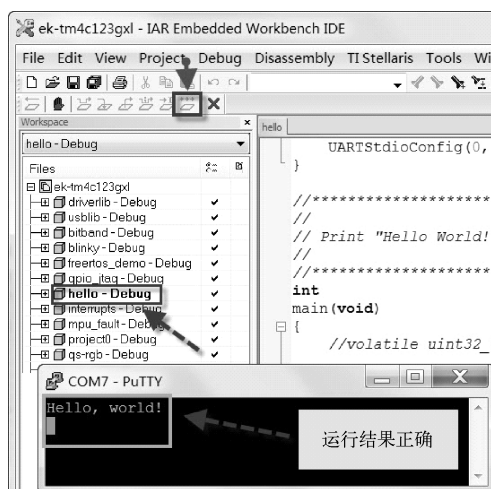

图 1-67 全速运行结果
8) 用户可以查看和修改存储器、程序变量、处理器寄存器、设置断点、单步执行程序, 以及执行其他常用的调试操作。单击工具栏中的全速运行图标, 其运行结果如图 1-67 所示。